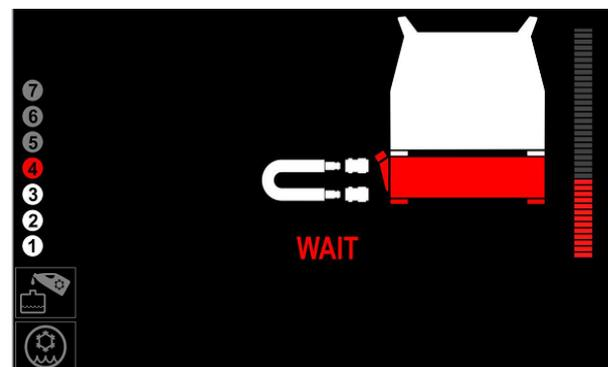

Figura 17
- Aguarde até que o fluido frigorígeno circule pela totalidade do sistema de refrigeração e regresse ao depósito (Figura 17 ou 25).